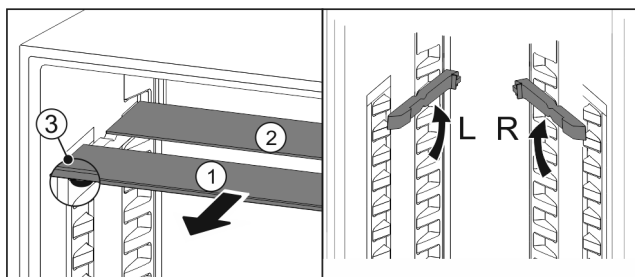

Fig. 211
- Izvucite Fig. 211 (1) staklene ploče jednu po jednu prema naprijed.
- Staklena ploča Fig. 211 (1) s ukrasnom letvicom nalazi se sprijeda.
- Zaustavljači Fig. 211 (3) su usmjereni prema dolje.